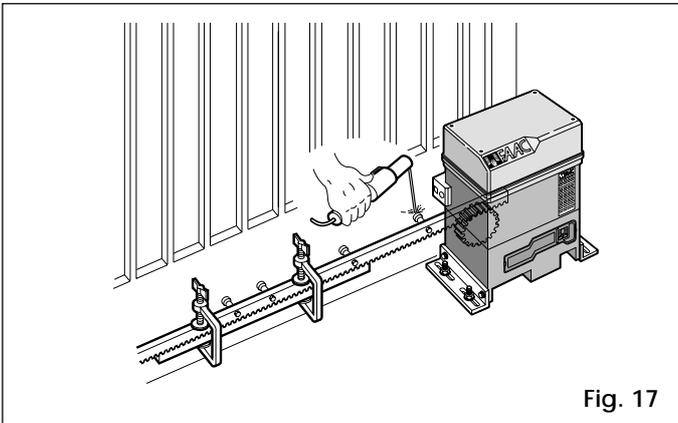

Fig. 17
- 5) Acercar otro elemento de cremallera al anterior, utilizando un trozo de cremallera para poner en fase el dentado de ambos tramos (Fig. 17).
- 4) Acercar otro elemento de cremallera al anterior, utilizando un trozo de cremallera para poner en fase el dentado de ambos tramos (fig. 17).